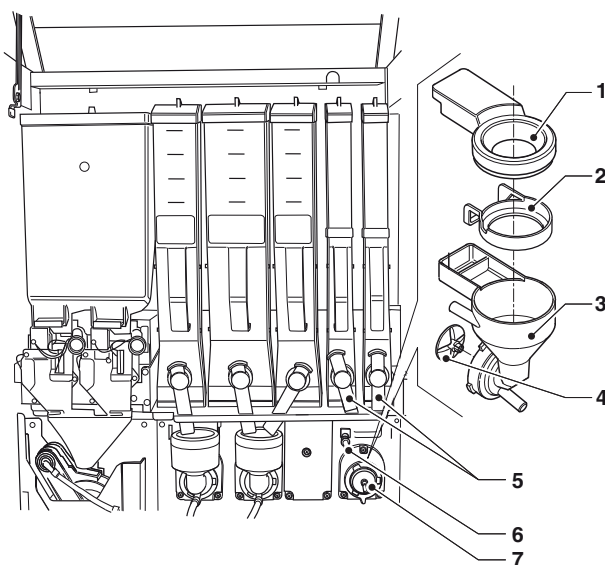

Fig. 9
- Asportare (vedi fig. 9) dai mixer gli imbuto delle polveri, i convogliatori acqua, gli imbuto deposito polvere e le ventoline dei motofrullatori;